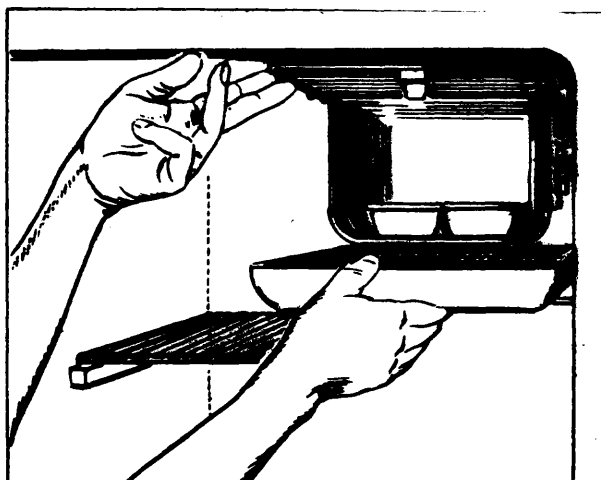

Fig. 3
- 14° paso - Retire la bandeja de la heladera (fig. 3).